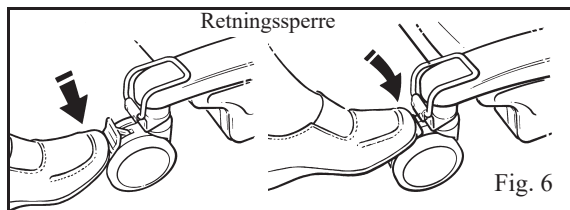

Fig. 6
**Bremser på understellshjul:-** De svingbare hjulene på understellet har bremses som kan betjenes med foten hvis du for eksempel må la en pasient være uten tilsyn eller for å holde *Sara Plus* på plass. (Se Fig. 6)
**Retningssperre:-** Når *Sara Plus* brukes til gåtrening, kan det være nyttig å sperre ett av de svingbare hjulene slik at det går i en rett linje. Dette har den virkningen at *Sara Plus* uten hjelp vil følge den rette linjen som pasienten ideelt skal gå. Funksjonen aktiveres ved å vippe ned sperren på det svingbare bakhjulet for å holde det på plass. (Se Fig. 6)